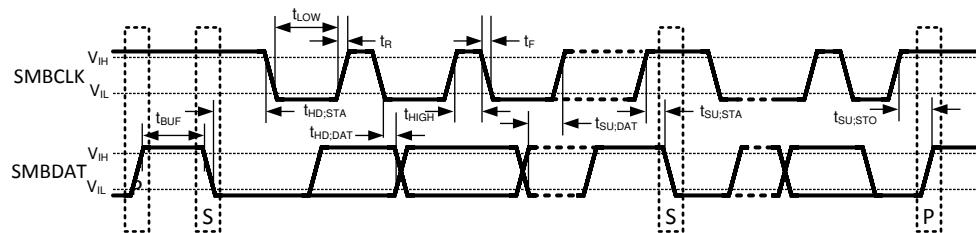

図 5-1. SMBus 通信
- (1) 絶対最大定格は、それらを超えると、デバイスが破壊される可能性がある制限値を示します。動作定格は、デバイスが確実に機能する条件を示しますが、特定の性能限界を保証するわけではありません。保証された仕様、および試験条件については「電気的特性」を参照してください。保証された仕様は、記載されているテスト条件にのみ適用されます。本デバイスを記載しているテスト条件以外で動作させると、一部の性能特性が低下する可能性があります。本デバイスを最大動作定格を超えて動作させることは推奨されません。
- (2) いずれかのピンの入力電圧 (V_i) が電源を超えた場合 ($V_i < GND$ または $V_i > V_{DD}$)、そのピンの電流を 5mA に制限する必要があります。LM95231 のピンの寄生部品および ESD 保護回路を図 5-1 と表 5-1 に示します。次のピンに存在する寄生ダイオード D1 が順バイアスされないように注意する必要があります:D1+、D2+、D1-、D2-。50mV を超える順バイアスが印加されると、温度測定値が破損する可能性があります。
- (3) プリント基板を 1oz フォイルに接続したときの接合部から周囲への熱抵抗 (エアフローなし):
- (4) 人体モデル、1.5kΩ 抵抗を介して 100pF を放電。マシン モデル、200pF を各ピンに直接放電。
- (5) リフロー温度プロファイルは、鉛 (Pb) を含有するパッケージと含有しないパッケージで異なります。